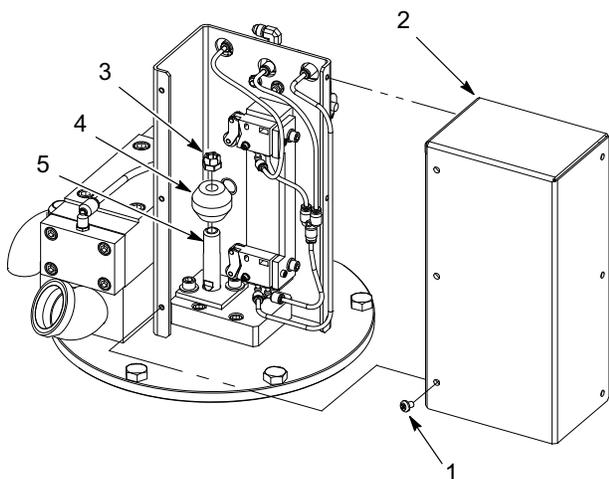
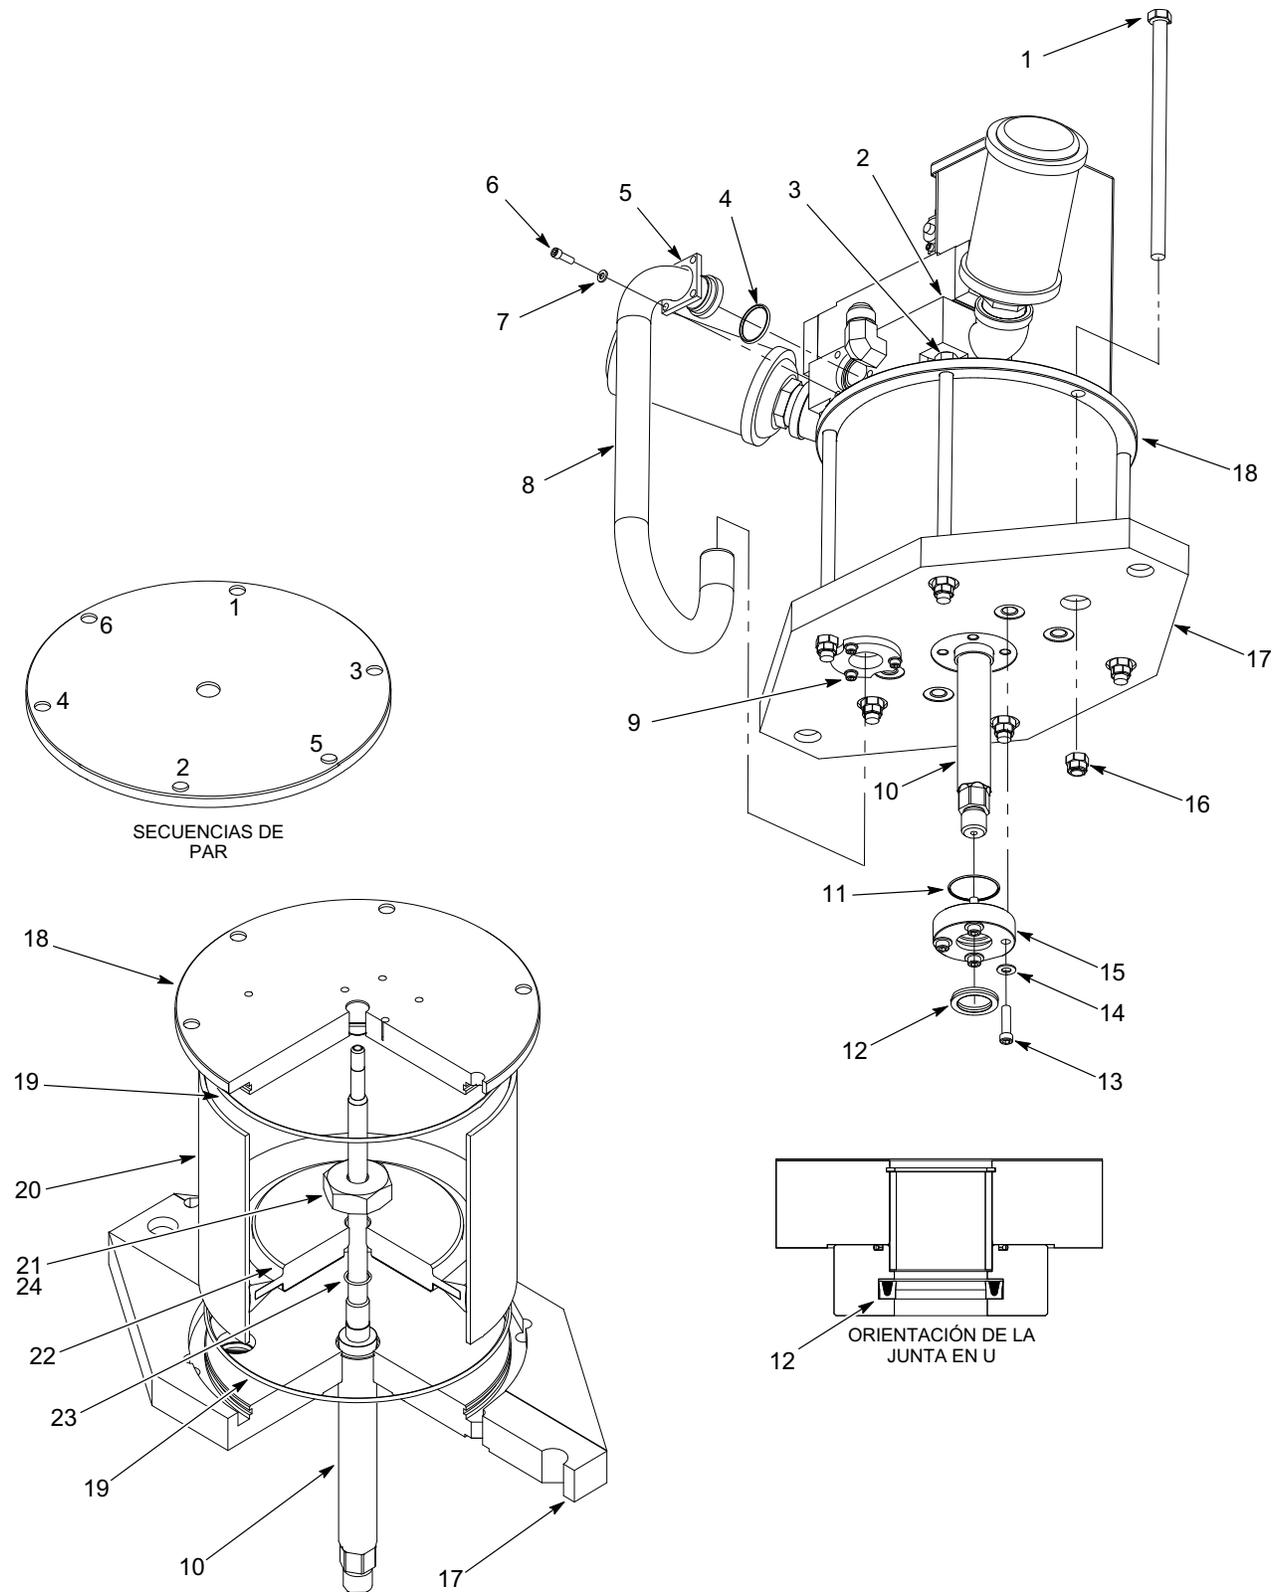

Figura 12 Extracción de la cubierta de la varilla de bloqueo
Figura 13 Sustitución del pistón
1. Ver la figura 12. Retirar los tornillos (1) que fijan la cubierta del conjunto de varilla de bloqueo (2).
2. Colocar una llave inglesa en las caras de la varilla del pistón (5).
3. Extraer la tuerca (3) que fija la barra de bloqueo (4) a la varilla del pistón (5).
4. Ver la figura 13. Extraer los tornillos (6) y las arandelas (7) que fijan el retenedor del tubo de suministro superior (5) al distribuidor de aire (2).
5. Soltar los tornillos del retenedor del tubo de suministro inferior (9).
6. Extraer el tubo de suministro (8) del distribuidor de aire (2) y de la placa base (17). Extraer y desechar la junta tórica (4) del distribuidor de aire (2).
7. Extraer los tornillos (13) y las arandelas (14) que fijan el retenedor de la varilla del pistón (15) a la placa base (17). Extraer la junta tórica (11) y la junta en U (12). Desechar la junta tórica y la junta en U.
8. Extraer los tornillos (1) y las arandelas (16) que fijan la tapa del motor de aire (18) a la placa base (17). Utilizar una llave inglesa en las caras de ambos tornillos (3) ubicados debajo del distribuidor de aire (2) para extraer las tuercas.
9. Extraer la tapa del motor de aire (18) y colocarla en una superficie plana. Extraer y desechar la junta tórica de la tapa del motor de aire (19).
10. Extraer el cilindro neumático (20) y la junta tórica (19) de la placa base (17). Desechar la junta tórica. Extraer el conjunto de pistón del cilindro neumático.
11. Extraer la tuerca (21) que fija el pistón (22) a la varilla (10). Extraer la junta tórica (23) de la varilla del pistón y desecharla.
1. Ver la figura 13. Aplicar grasa TFE a las siguientes piezas:
- superficie interior del cilindro neumático (20)
- pistón (22)
- Junta en U (12)
2. Instalar la junta tórica (23) en la varilla del pistón (10).
3. Aplicar Loctite 242 (24) a las roscas superiores de la varilla del pistón (10). Instalar el pistón (22) en la varilla. Introducir la tuerca en la varilla del pistón y apretarla a 200-220 ft-lb (271-298 N•m).
4. Ensamblar el conjunto de pistón y el cilindro neumático (20):
- b. Aplicar grasa TFE a la varilla del pistón (10).
5. Instalar las juntas tóricas (19) en la placa base (17) y en la tapa del motor de aire (18).
7. Instalar la tapa del motor de aire (18) en el cilindro neumático (20) utilizando los tornillos (1, 3). Llevar a cabo el siguiente procedimiento:
- a. Instalar las tuercas (16) en los tornillos.
8. Insertar la junta tórica (11) y la junta en U (12) en el retenedor de la varilla de pistón (15), tal y como se muestra.
9. Instalar el retenedor de la varilla del pistón (15) en la placa base (17) utilizando los tornillos (13) y las arandelas (14). Apretar los tornillos a 22-25 ft-lb (30-33 N•m).
10. Insertar con cuidado la parte inferior del tubo de suministro de aire (8) a través del retenedor inferior (9) y en la placa base (17).
11. Insertar con cuidado la parte superior del tubo de suministro de aire (8) en el distribuidor de aire (2).
12. Fijar el retenedor superior (5) al distribuidor de aire (2) utilizando los tornillos (6) y las arandelas (7). Apretar los tornillos a 10-12 ft-lb (13-16 N•m).
13. Apretar los tornillos del retenedor inferior (9) a 10-12 ft-lb (13-16 N•m).
14. Ver la figura 12. Instalar la barra de bloqueo (4) en la varilla del pistón (5) utilizando la tuerca (3). Apretar bien la tuerca.
15. Instalar la cubierta (2) en el motor de aire utilizando los tornillos (1). Apretar bien los tornillos.